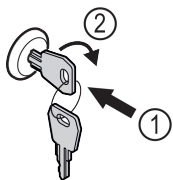

Fig. 45
- ▶ Sæt nøglen i Fig. 45 (1).
- ▶ Drej nøglen 90° med uret Fig. 45 (2).